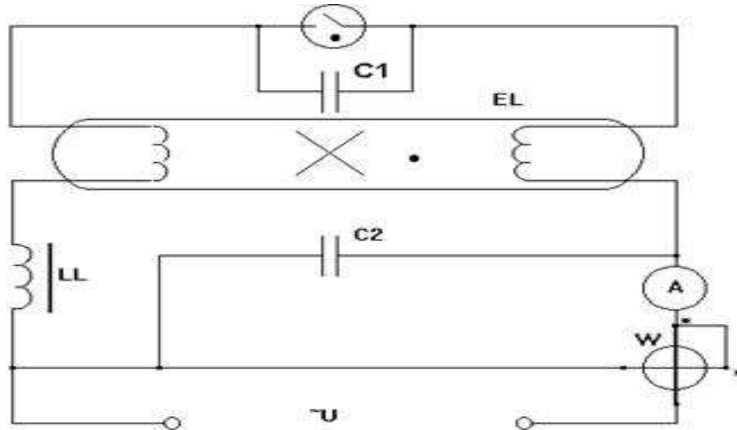

Рис.2. Схема исследования люминесцентной лампы
- 1.5 Собрать схему (рис.2) и показать ее преподавателю.
- 1.6 Выполнить указание п.1.4 для люминесцентной лампы (рис.2) и данные записать в таблицу 2.
При подаче напряжения на лампу (рис.2) начальный ток потечет по следующей цепи: клемма сети, дроссель, первичный электрод лампы, стартер, второй электрод лампы, клемма сети. Величина этого тока незначительная и составляет доли ампера. Этот ток, проходя через газ между электродами стартера, нагревает этот газовый промежуток (т.к сопротивление этого газового слоя довольно велико). Вместе с газом нагреваются и электроды стартера. Биметаллический электрод при нагревании изгибается и соединяется со вторым электродом. При замыкании контактов стартера ток в цепи резко увеличивается, т.к исключается сопротивление газового промежутка стартера. Величина этого тока, в основном, определяется индуктивным сопротивлением дросселя. Ток, который течет по цепи при замкнутых контактах стартера называется пусковым током. Пусковой ток разогревает электроды люминесцентной лампы до температуры около 1000°К. Лампа готова к зажиганию. Так как электрическое сопротивление замкнутых электродов стартера мало, они охлаждаются ( $Q=I^2R$ ) и размыкаются (биметаллический